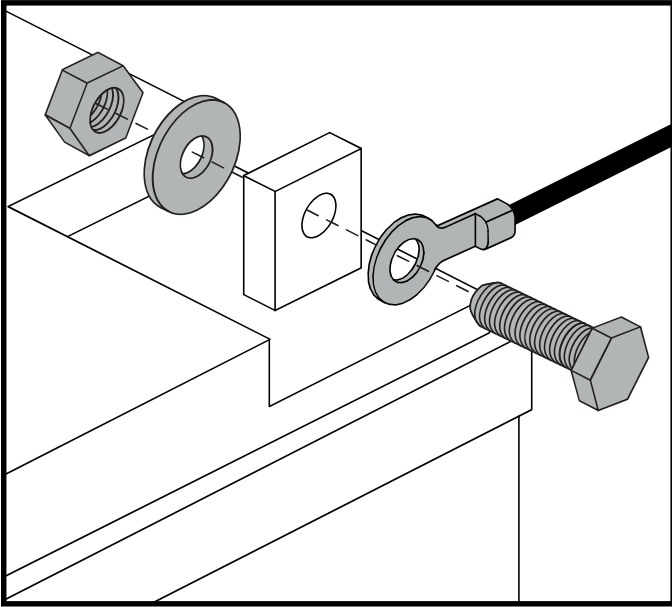

Figura 15. Bulloneria terminale batteria - Configurazione 1
4. Scollegare i cavi delle batterie dai terminali portando indietro gli involucri dei terminali e svitando il dado dal bullone. Vedere figura 15 e 16.